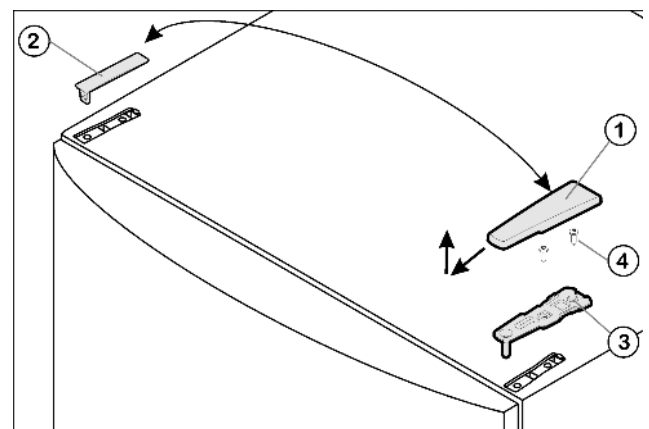

Fig. 4
- Enlever le cache Fig. 4 (1) vers l'avant et vers le haut.
- Retirer le cache Fig. 4 (2).
- ▶ Dévisser le support d'appui supérieur Fig. 4 (3) (2 Torx® 25) Fig. 4 (4) et retirer vers le haut.
- ▶ Placer le support d'appui supérieur Fig. 4 (3) sur le nouveau côté charnière de porte.
- ▶ Visser le support d'appui supérieur à fond (avec 4 Nm) (2 Torx® 25) Fig. 4 (4). Pointer les trous de vissage ou utiliser une visseuse sans fil.
- ▶ Faire encliqueter le cache *Fig. 4 (1)* et le cache *Fig. 4 (2)* du côté opposé.